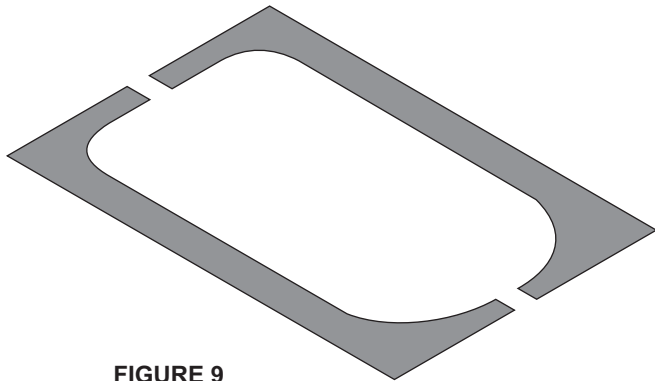

FIGURE 9
- Couper le panneau en deux moitiés, comme illustré par la figure 9.